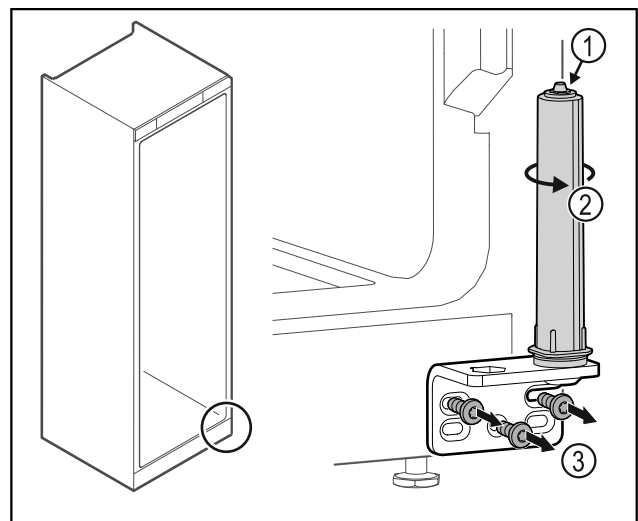

Fig. 26
- Non disassemblare il sistema di chiusura della porta Fig. 26 (1).
- Ruotare il sistema di chiusura Fig. 26 (2) finché non si innesta con un clic.
- Svitare la cerniera angolare Fig. 26 (3).